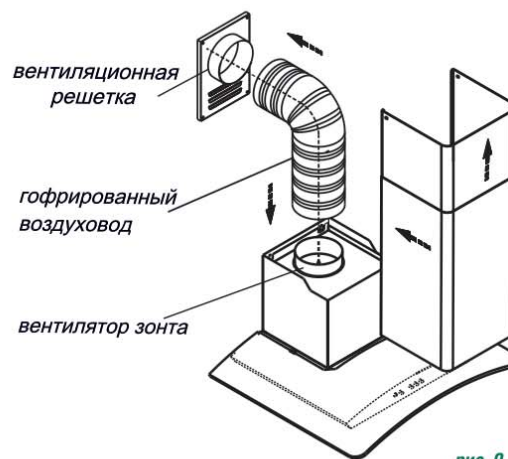
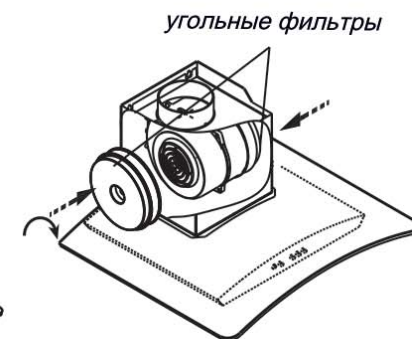

рис. 9
рис. 10
6.4 В зависимости от режима эксплуатации зонта соедините вентилятор с вентиляционной решеткой полужестким гофрированным воздуховодом (рис. 9) или установите на вентилятор **угольные фильтры*** (рис. 10).
- будьте осторожны при установке фальштруб (рис. 9), не повредите поверхности из нержавеющей стали. Их легко поцарапать.